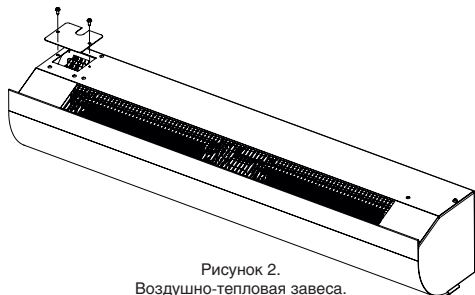
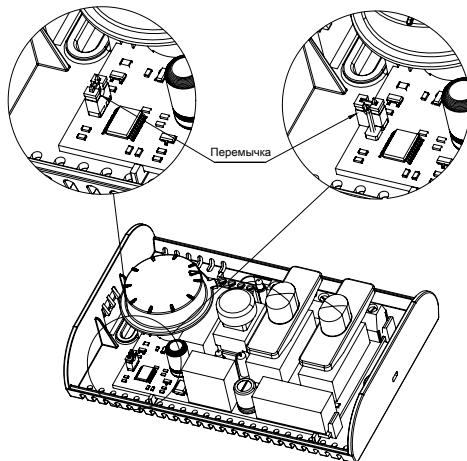

Рисунок 2.
Рисунок 3.
7.3.2 Для подключения к сети необходимо снять крышку с монтажного люка (рисунок 2), завести кабели и подключить к клеммной колодке согласно электрической схеме завесы (рисунок 3,4,5).
- Установить перемычку в определенное положение (смотреть рисунок 3);